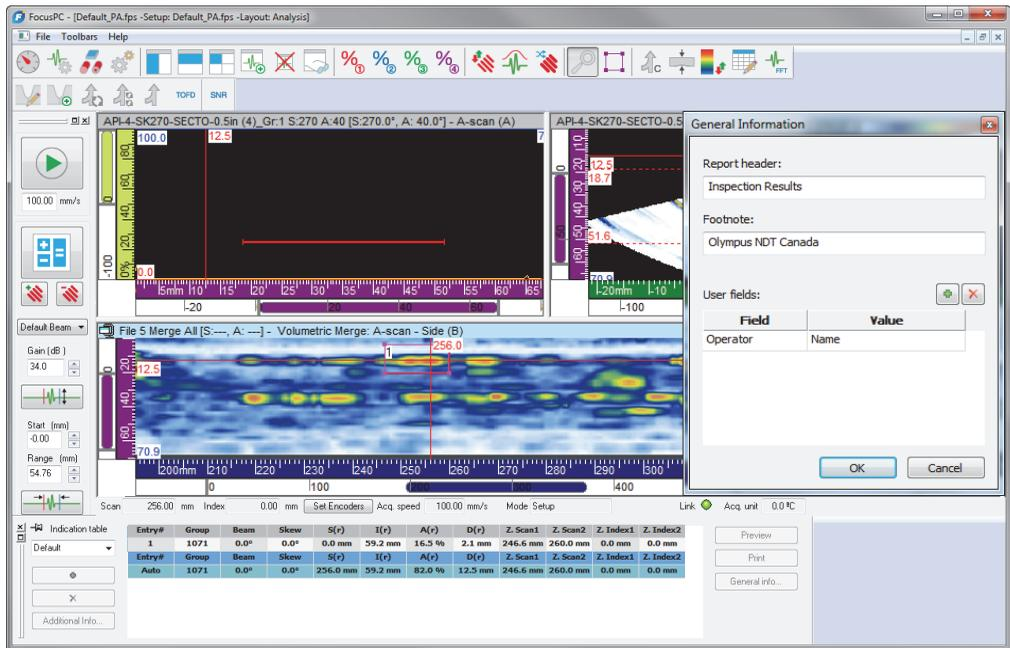

Figura 6-3 Exemplo de uma tabela de indicação, os cursores e a ferramenta usados para documentar uma indicação.
1. Selecione um layout que melhor representa as indicações nas peças (veja o exemplo mostrado na Figura 6-3 na página 183).